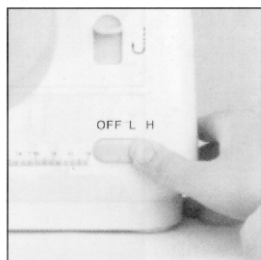

Fig. 9
3. La máquina de coser se puede operar de dos maneras: con el controlador de pie (pedal) o con el "interruptor de velocidad y apagado / L & H". Para operar la máquina de coser con el controlador de pie, simplemente presione el pedal con el pie y deje de coser en cualquier momento simplemente liberando su pie del pedal. Alternativamente, cuando esté listo para comenzar a coser deslizamiento del interruptor de velocidad "Apagado / L & H", izquierda a la posición baja (L) y la máquina de coser comenzará automáticamente, si deslizamos el interruptor "directamente a la posición alta (H). se hará de forma acelerada. Para detener la máquina de coser, deslizamos el" POWER ON/OFF L & H SPEED "a OFF (Fig.9).